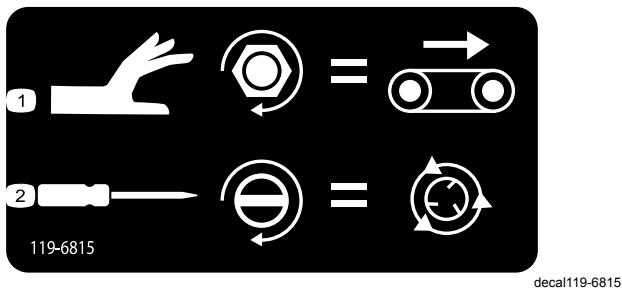

Figura 44
- Per regolare la velocità del piano (Figura 44), girate la manopola in senso orario. Nel Sistema di funzionamento con codici colore viene usata la velocità del piano massima così che questa regolazione possa essere eseguita in assenza di flusso idraulico. Questo è particolarmente importante quando la tramoggia è piena di sabbia.
- Per regolare la velocità dello spargitore (Figura 44), con un cacciavite a testa piatta girate il dispositivo in senso orario per aumentarla e in senso antiorario per diminuirla.